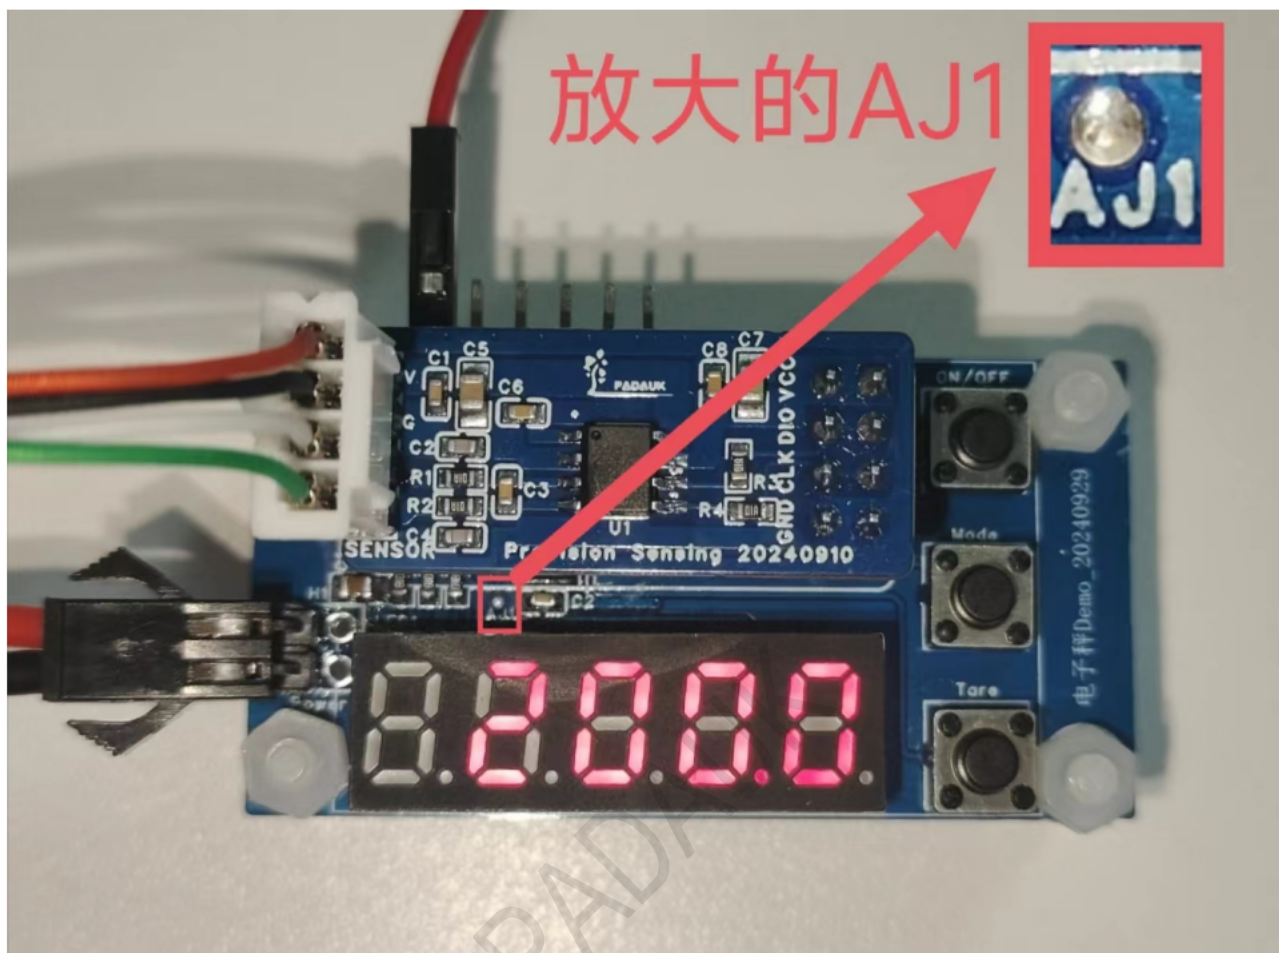

图 19：校准示意图
- 3、然后在体重秤传感器上放置 200g 砝码，将校准接口（H2）的 GND 用杜邦线连接点触校准点位（AJ1），此时显示为 8888.8（如图 18），待显示屏（LED1）上的数字为 200.0 即为校准完成（如图 19）。